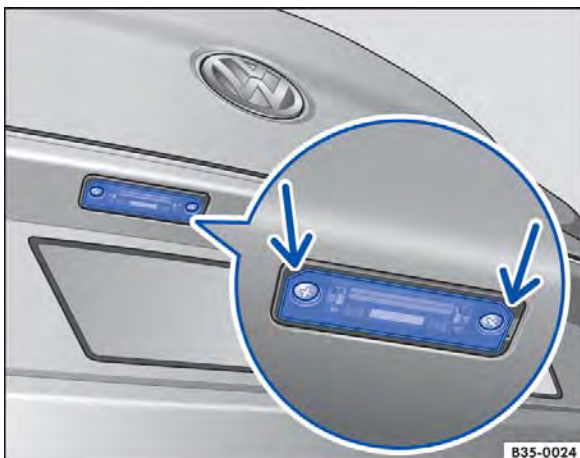

Fig. 254 No para-choque traseiro: lanterna da placa de licença.
2.	Com a chave de fenda das ferramentas de bordo ⇒ Página 388 remover os parafusos da lanterna da placa de licença ⇒ Fig. 254 (setas).
10.	Apertar os parafusos de fixação ⇒ Fig. 254 (setas pequenas) da lanterna da placa de licença com a chave de fenda.